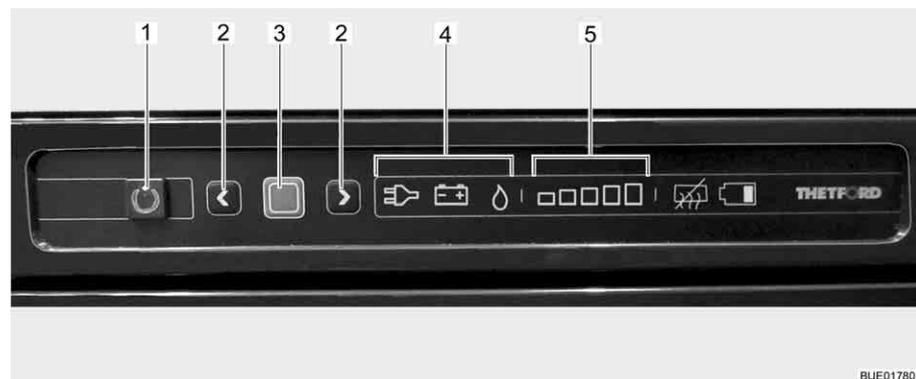

Bild 133 Bedienelemente für den Kühlschrank
Die aktuelle Betriebsart wird durch ein leuchtendes Symbol (Bild 133,4) an der Bedieneinheit angezeigt.
Nach dem Einschalten wählt der Kühlschrank automatisch die zuletzt gewählte Thermostateinstellung. Diese Einstellung kann manuell mit den Pfeiltasten (Bild 133,2) nachgeregelt werden. Die Leucht balken der Kühlstufenanzeige (Bild 133,5) zeigen die gewählte Thermostateinstellung an. Mit den Pfeiltasten wird die Kühltemperatur für alle drei Energiearten eingestellt. Es dauert einige Stunden, bis der Kühlschrank die normale Betriebstemperatur erreicht hat. Beim Umschalten der Betriebsart wird die Thermostateinstellung beibehalten. Die Kühltemperatur wird unabhängig von der Energieart beibehalten.
- Taste Ein/Aus (Bild 133,1) 1 Sekunde lang drücken. Taste (Bild 133,1) leuchtet grün auf. Nach ca. 10 Sekunden wird die Anzeige aus Energie spargründen gedimmt.
- Bestätigungstaste (Bild 133,3) drücken. Die aktuelle Einstellung der Betriebsart wird angezeigt.
- Wenn nicht Betriebsart Gas eingestellt ist: Zum Ändern der Einstellung Bestätigungstaste (Bild 133,3) ca. 2 Sekunden lang drücken.
- Mit den Pfeiltasten (Bild 133,2) die Betriebsart Gas auswählen. Die Gaszufuhr ist geöffnet. Der Zündvorgang erfolgt automatisch. Ein tickendes Geräusch ist hörbar, bis der Zündvorgang erfolgreich abgeschlossen ist.
- Bestätigungstaste (Bild 133,3) ca. 2 Sekunden lang drücken.
- Bestätigungstaste (Bild 133,3) erneut drücken. Die aktuelle Kühlstufe wird durch die Leucht balken (Bild 133,5) angezeigt.
- Zum Ändern der Einstellung die Pfeiltasten (Bild 133,2) drücken, bis die gewünschte Einstellung angezeigt wird.
- Taste Ein/Aus (Bild 133,1) ca. 2 Sekunden lang drücken. Alle Lampen erlöschen. Der Kühlschrank ist abgeschaltet.
- Taste Ein/Aus (Bild 133,1) 1 Sekunde lang drücken. Taste (Bild 133,1) leuchtet grün auf. Nach ca. 10 Sekunden wird die Anzeige aus Energie-spargründen gedimmt.
- Wenn nicht Betriebsart 230-V-Betrieb eingestellt ist: Zum Ändern der Einstellung Bestätigungstaste (Bild 133,3) ca. 2 Sekunden lang drücken.
- Mit den Pfeiltasten (Bild 133,2) die 230-V-Betriebsart auswählen.
- Bestätigungstaste (Bild 133,3) erneut drücken. Die aktuelle Kühlstufe wird durch die Leuchtbalken (Bild 133,5) angezeigt.
- Wenn nicht Betriebsart 12-V-Betrieb eingestellt ist: Zum Ändern der Einstellung Bestätigungstaste (Bild 133,3) ca. 2 Sekunden lang drücken.
- Mit den Pfeiltasten (Bild 133,2) die 12-V-Betriebsart auswählen.